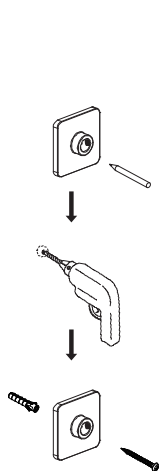

Figure 8
b) Installez le support mural (16) sur la position marquée (Figure 8). Couvrez la barre de douche thermostatique pour éviter la poussière. Connectez le raccord de tuyau (5) au support mural et utilisez la clé Allen pour le fixer (Figure 9).